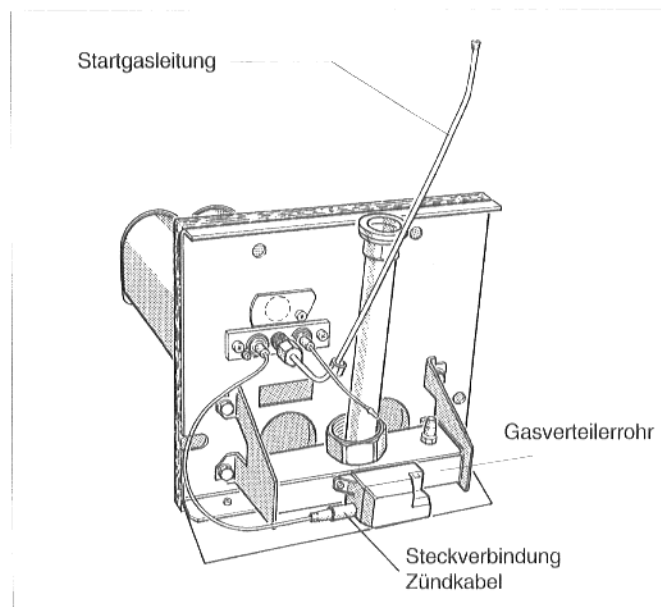

Abb. 37: Gasbrenner
- Steckverbindung des Zündkabels am Taktzünder lösen (Abb. 37).
- Startgasleitung am Startbrenner lösen (Abb. 37).
- Startgasdüse (Erdgas: Ø 0,4 mm, Kennzeichnung: 4; Flüssiggas: Ø 0,225 mm, Kennzeichnung: 225) und Luftsieb herausnehmen und ausblasen (Abb. 37).
- Die vier Befestigungsmuttern des Gasverteilerrohrs am Brennerschild lösen und Gasverteilerrohr vom Brennerschild trennen (Abb. 37 und 38).